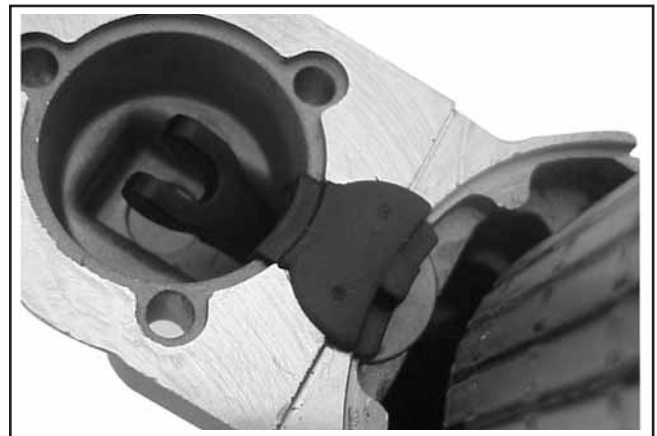

Abbildung 8-48. Stützscheibe und Tülle installieren.
7. Installieren Sie Stützscheibe und anschließend die Gummitülle in die passende Vertiefung der Antriebsendkappe. Die geformte Vertiefung in der Tülle sollte nach **außen** zeigen und mit der Vertiefung in der Endkappe übereinstimmen bzw. an ihr ausgerichtet werden. Siehe Abbildung 8-48.